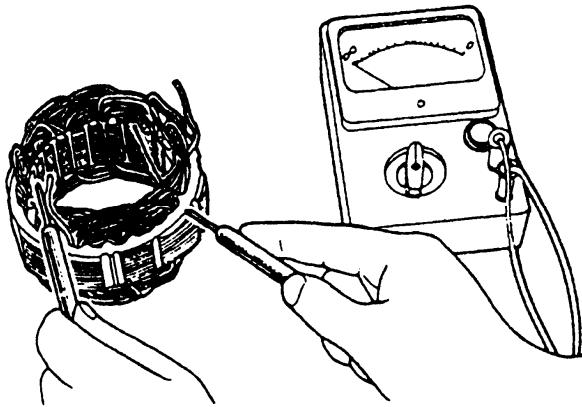

图 9-43
② 检查线圈与铁心间的导通状况，如导通，应更换定子（见图 9-43）。